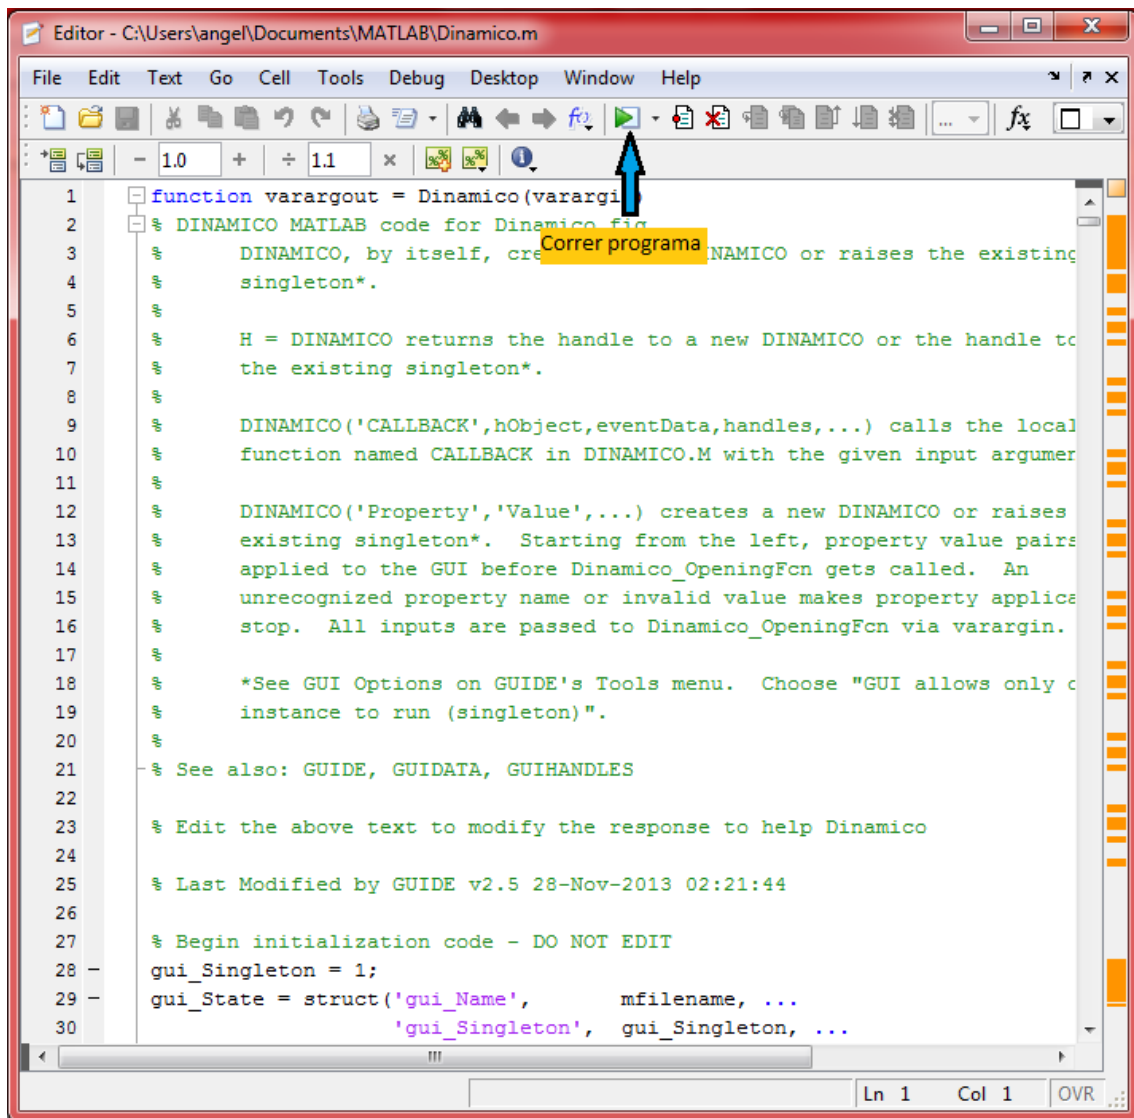

Fig. 3 Ventana de programación
3. Una vez que damos abrir la ventana que nos aparecerá de manera inmediata será la ventana de programación (Editor) la cual no deberá sufrir modificaciones para que el programa siga funcionando adecuadamente. En esta ventana encontraremos en la barra de herramientas el botón “correr o ejecutar” (Run) el cual seleccionaremos ya que es el encargado de correr el programa como se muestra a continuación en la Fig. 3. En el caso de que de manera accidental se altere o modifique dicha programación, bastará con cerrar la ventana antes de correrla y no guardar las modificaciones.